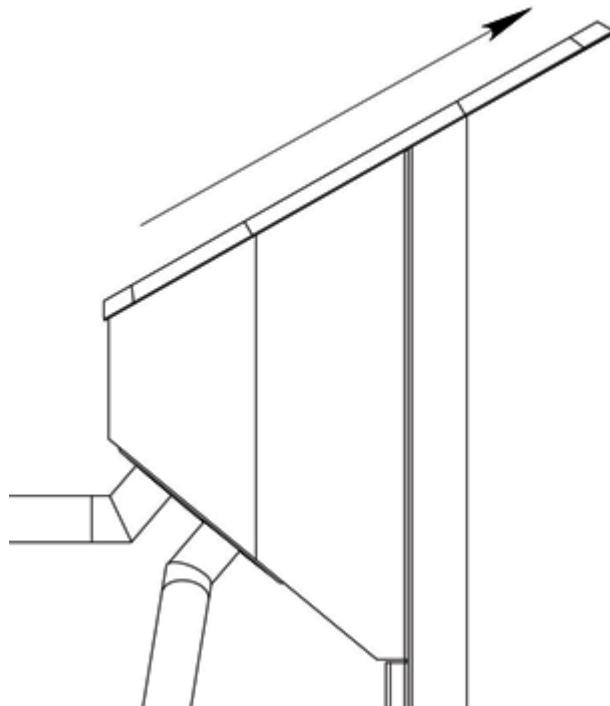

Рисунок 12 – Демонтаж панели индикации (центральная стойка турникета)
- Рисунок 12 – сдвинуть панель индикации в указанном направлении и поднять ее вверх;